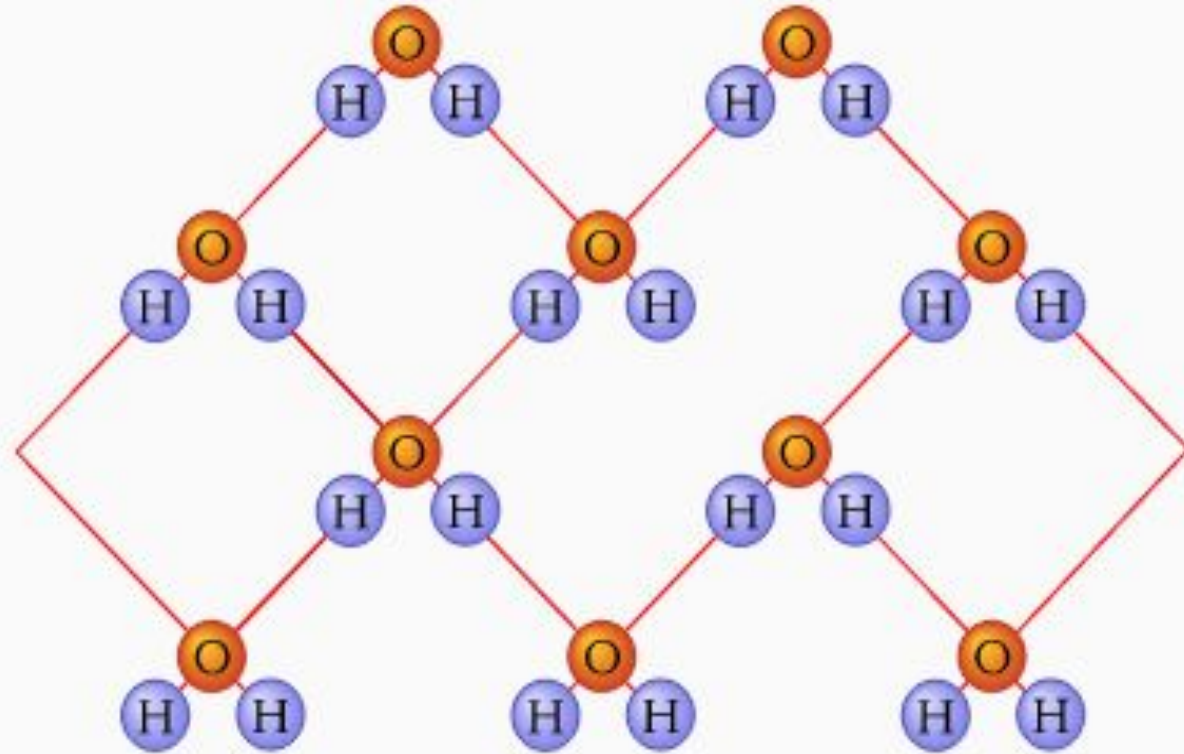

Рис. 1.7. Водородная связь в молекуле воды ( $H_2O$ )
- Особым видом молекулярной связи является **водородная связь**, которая образуется через ион водорода (протон), расположенный между двумя ионами соседних молекул (рис. 1.7). Водородной связью соединяются молекулы воды и некоторых органических соединений